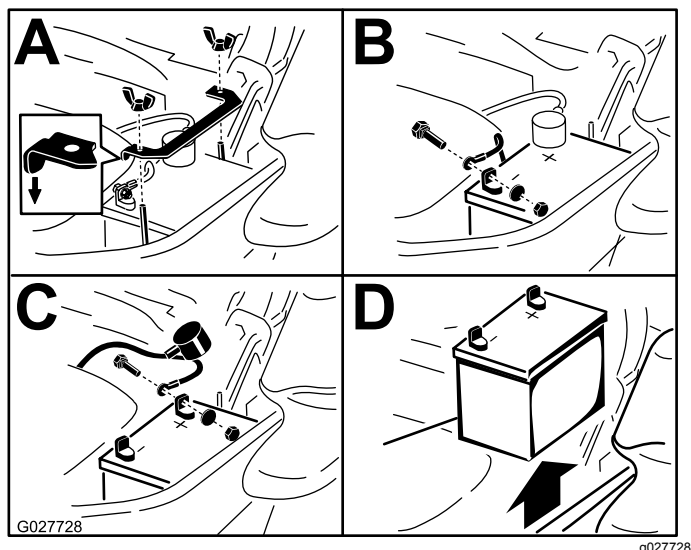

Figure 51
- Débranchez le câble négatif (noir) de la borne négative (-) de la batterie (Figure 51).
- Enlevez le capuchon rouge de la borne positive (+) de la batterie et débranchez le câble positif (rouge) de la batterie (Figure 51).
- Retirez l'écrou à oreilles qui fixe la barrette de maintien de la batterie (Figure 51).
- Déposez la barrette de maintien (Figure 51).
- Déposez la batterie (Figure 51).
- Placez la batterie dans son support en tournant les bornes à l'opposé du réservoir hydraulique (Figure 51).
- Fixez les câbles avec 2 boulons, 2 rondelles et 2 contre-écrous (Figure 51).
- Reposez la barrette de maintien et fixez-la avec l'écrou à oreilles (Figure 51).